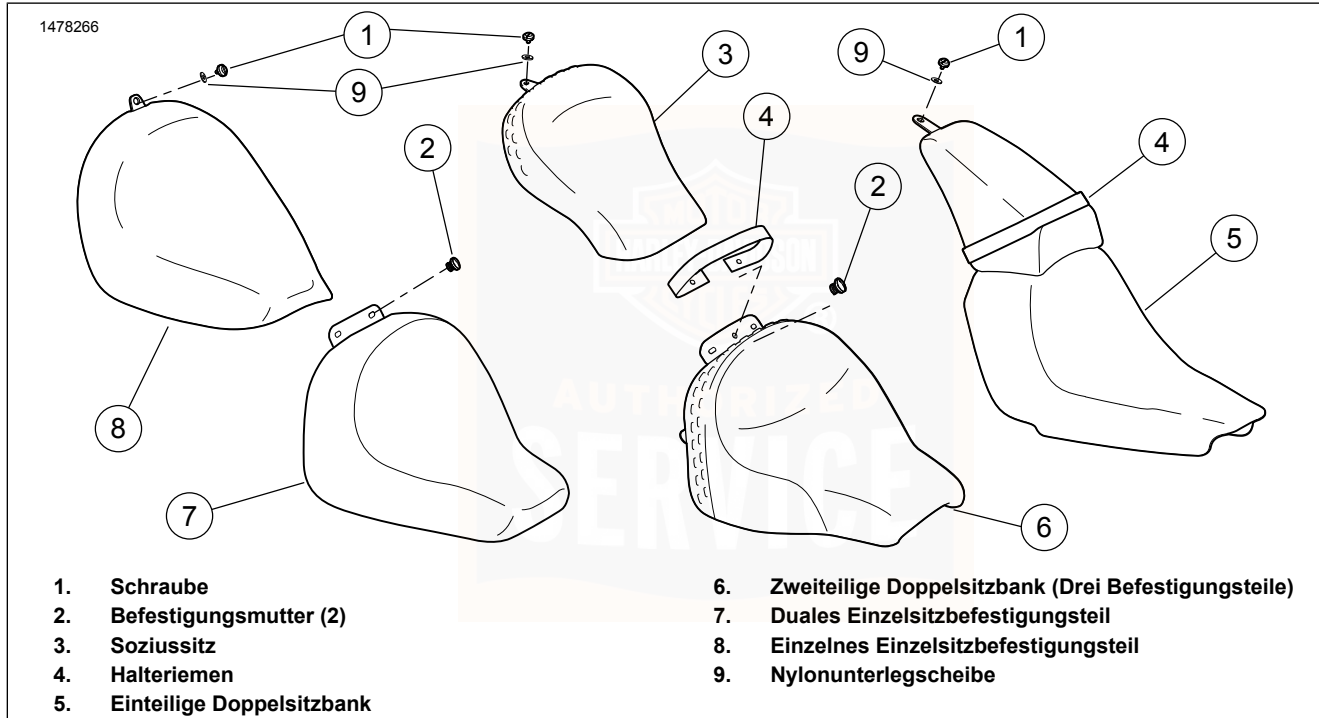

Abbildung 87. Sitz: Softtail-Modelle
1. Siehe Abbildung 87 .
- a. Die Schraube (1) und die Unterlegscheibe (9) entfernen.
- b. Die Rückseite des Sitzes (5) abheben und die Sitzzunge aus der Halterung herauschieben.
- 1. Siehe Abbildung 87 .
- a. Den Halteriemen (4) bei Bedarf montieren.
- b. Den Sitz (5) mit dem Halteriemen nach hinten einbauen.
- d. Die Schraube (1) und die Unterlegscheibe (9) anbringen. Festziehen.